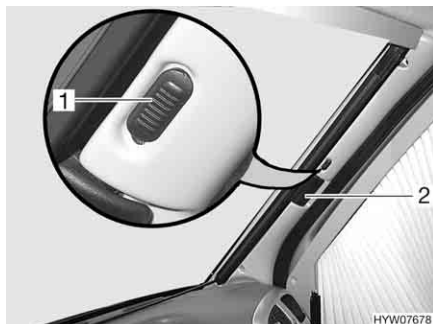

Fig. 17 Tendina oscurante pieghevole per il parabrezza
- Spingere il bottone di bloccaggio (Fig. 17,1) verso l'alto.
- Tirare la tendina oscurante pieghevole del parabrezza per la maniglia (Fig. 17,2) verso il centro della finestra.
- Spingere verso l'esterno le due metà della tendina oscurante pieghevole del parabrezza per la maniglia (Fig. 17,2) fino all'arresto.
- Spingere il bottone di bloccaggio (Fig. 17,1) in basso.